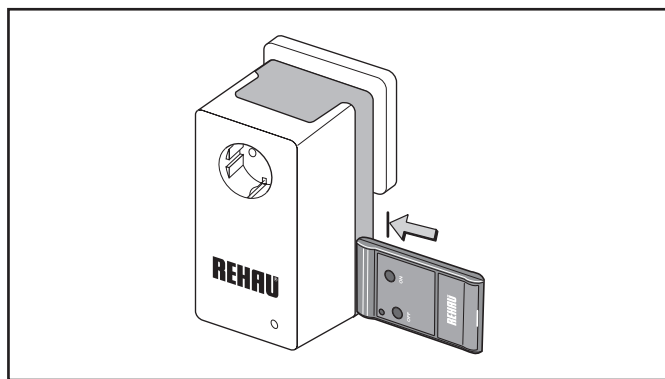

Рис. 6-26: Подключение радиоприемного устройства к сети
2. Радиопередающее устройство поднести темной задней стенкой корпуса к радиоприемному устройству (см. рис. 6-26).